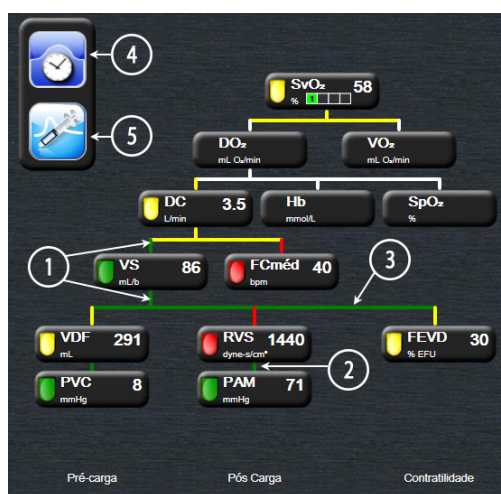

Figura 5-14 Tela de relação fisiológica durante o monitoramento com o módulo Swan-Ganz HemoSphere
- 2 As linhas verticais que conectam diretamente dois parâmetros aparecerão da mesma cor que a lanterna do parâmetro de baixo (por exemplo, entre IRVS e PAM em figura 5-14).
- 4 A barra à esquerda aparece depois que o ajuste do bolus é realizado. Toque no ícone de relógio/ forma de onda para exibir os dados de histórico, quando disponíveis (consulte a figura 5-14).
O exemplo exibido na figura 5-14 se refere a um monitoramento com um módulo Swan-Ganz HemoSphere. Com outros modos de monitoramento ocorrerão diferenças de aparência e de parâmetros. Por exemplo, durante o monitoramento com o modo de monitoramento com o sensor FloTrac, a $FC_{média}$ é substituída pela FP, aparecem VPP e VVS (se configuradas) e VDF e FEVD não são exibidos.